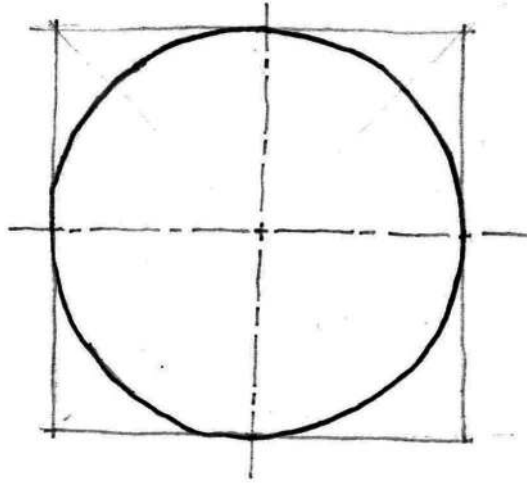

Figura 16. Trazado de circunferencia grande paso 3
Paso 3: se completa el trazado de la circunferencia: Figura 16